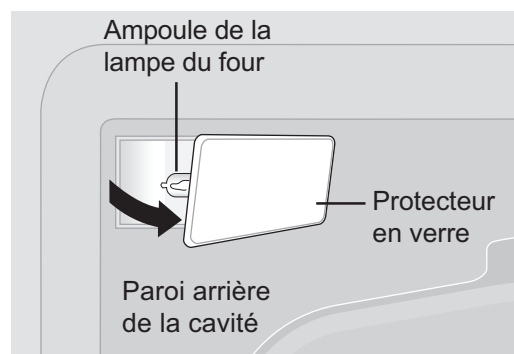

Figure 77 : Lampe du four et protecteur en verre
La lampe du four est située à l'arrière de la cavité du four et est recouverte par un protecteur de verre. Ce protecteur doit toujours être en place lorsque le four fonctionne (figure 77).
2. Enlevez le dispositif de protection de l'ampoule (figure 77).